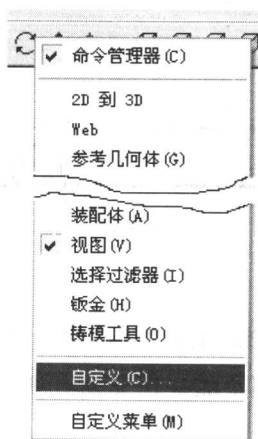

图 1.11
(3) 在工具栏上单击鼠标右键，选择要显示的工具栏选项或选择“自定义”命令，如图 1.11 所示。